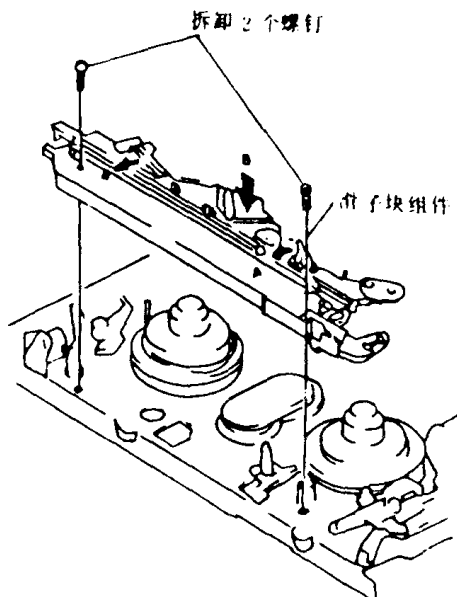

图 1-28
(7) 拆卸滑子块
步骤:①拆卸 2 个螺钉,如图 1-28 所示。
②取出滑子块。